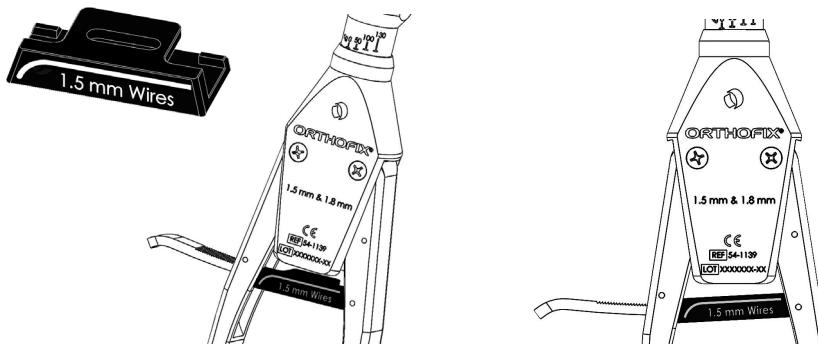

Figure 2
- 2) Lors de la mise sous tension de broches de 1.5mm de diamètre uniquement, appliquez le limiteur de tension spécifique (54-1141) afin de limiter physiquement la tension appliquée à 90kg. Assurez-vous de correctement insérer le limiteur de tension, en tenant compte du repère laser (fig. 2).